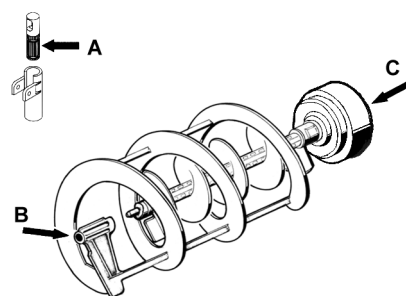

figura 12
- 2 Lubrificare il pistone rubinetto, il raschiatore interno e quello esterno (nei punti A, B e C indicati in figura 12) utilizzando esclusivamente il grasso fornito dal fabbricante o altro grasso